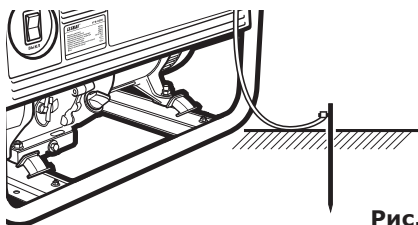

Рис. 12
**2.** Проверьте заземление генератора (рис. 12). Следуйте требованиям правил установки заземления, описанным в пункте 9.4, (стр. 19) «Заземление» настоящего руководства.